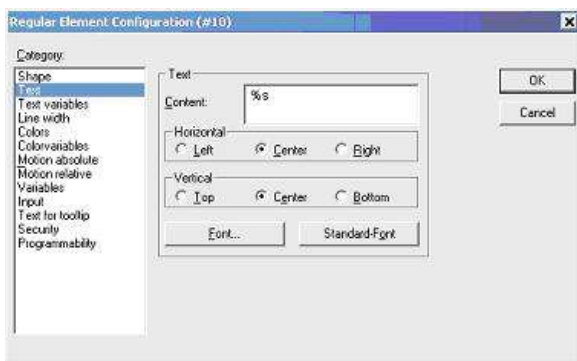

Рис. 17. Настройка поля ввода
2. В его свойствах в пункте *text* делаем следующие настройки (См. рис.17).